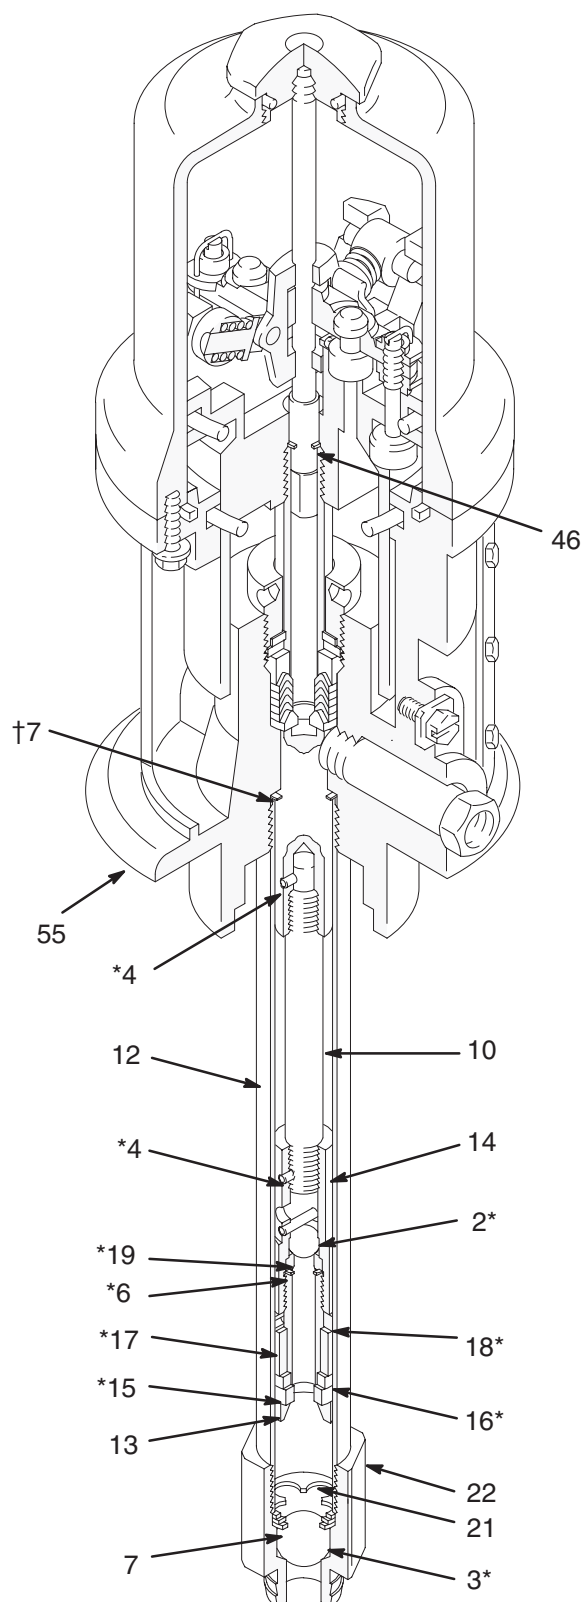

Abb. 9
4. Gehäuse des Einlaßventils (22) vom Steigrohr (12) abschrauben. Siehe Abb. 9. Einlaßventil zerlegen.
5. Teile reinigen und auf Beschädigungen überprüfen; bei Bedarf austauschen. Wenn keine weiteren Wartungsarbeiten notwendig sind, das Einlaßventil wieder zusammenbauen und installieren und flüssiges Gewindedichtmittel auf die Außengewinde auftragen. Siehe Abb. 9.
6. Mit einem Bandschlüssel das Steigrohr (12) aus der Unterfläche des Luftmotors (55) schrauben. Die glatte Innenfläche des Zylinders sorgfältig auf Kratzer oder Unebenheiten untersuchen. Derartige Beschädigungen würden zu frühzeitigem Verschleiß der Packungen und zu Leckagen führen; daher diesen Teil austauschen, wenn er beschädigt ist.
7. Das Kolbengehäuse (13) von der Kolbenkupplung (14) abschrauben. Kugel (2*), Sitz (19*), Dichtung (6*), Lager (18*), Packung (17*) und Dichtung (16*) entfernen. Nicht das mit Preßsitz installierte Messinglager (15*) entfernen. Siehe Abb. 9.